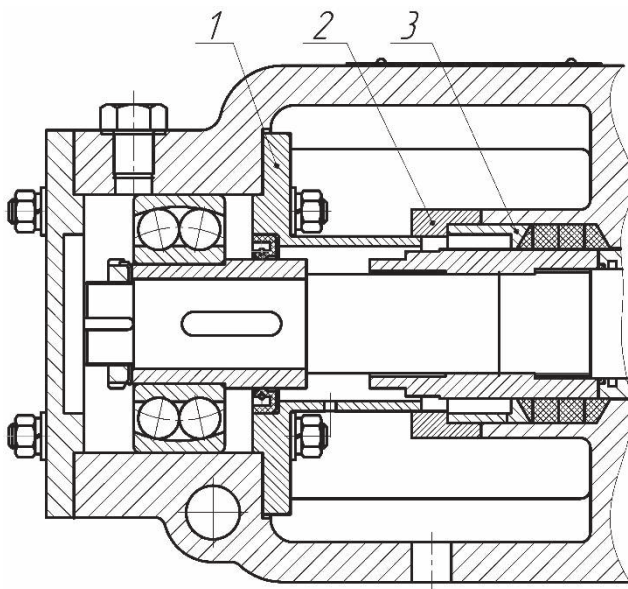

Рис.1.17 Запирание сальниковой набивки в насосах ЦНСМ, ЦНСн
1.5.7. В конструкции кронштейна переднего и заднего, насосов ЦНСМ и ЦНСн использована особая система запираания сальниковой набивки (рис.1.17), обеспечивающая отсутствие течи рабочей жидкости.